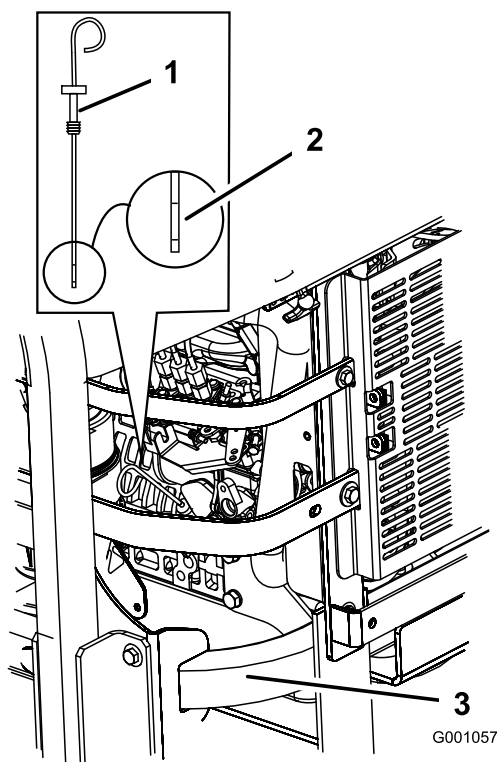

Figure 46
3. Nettoyez la surface autour de la jauge d'huile (Figure 46) pour éviter que des impuretés tombent dans l'orifice de remplissage et endommagent le moteur.
4. Sortez la jauge d'huile et essuyez soigneusement l'extrémité métallique (Figure 46).
5. Enfoncez la jauge complètement dans le goulot de remplissage. Ressortez la jauge et examinez l'extrémité métallique (Figure 46). Si le niveau est bas, versez lentement une quantité d'huile suffisante dans le trou de remplissage pour amener le niveau au repère du plein.